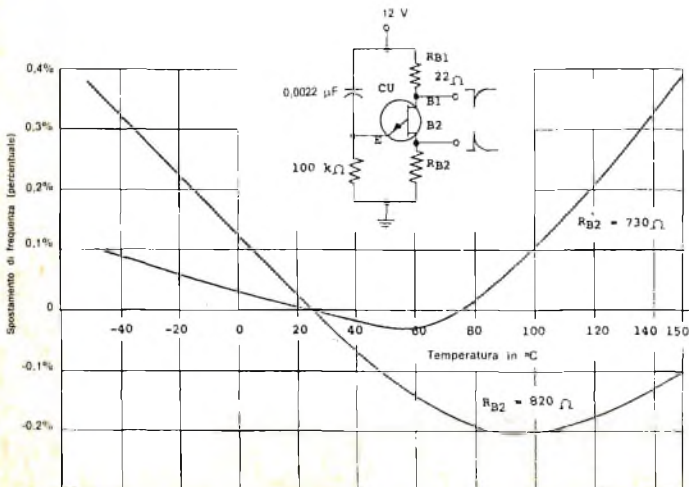

Fig. 2 - Variazione di temperatura e slittamento di frequenza di un oscillatore impiegante il D5K1.
Con l'impiego del nuovo dispositivo D5K1 potranno essere costruiti oscillatori a bassa frequenza, la cui precisione consentirà scarti inferiori allo 0,5% in una gamma di temperature da  $-55^{\circ}\text{C}$  a  $+150^{\circ}\text{C}$  (fig. 2).
Fig. 2 - Questo circuito di prova ha reso possibile il controllo della tensione e della corrente mentre la batteria veniva scaricata in una lampada. Svitando parzialmente la lampada, si può misurare la tensione a vuoto della batteria.
**La diffusione sempre crescente** di una gran quantità di radioricevitori a transistori, valigette fonografiche, registratori a nastro ed altri apparecchi a batterie contribuì ad accrescere sempre di più l'interesse per questi apparati. Attualmente in commercio si trova un certo numero di apparecchi per la ricarica, alcuni dei quali funzionano bene ed altri un po' meno; il prezzo non è sempre un buon indice di qualità. Per giungere però ai moderni tipi di questi apparecchi, si condussero numerosi esperimenti come quello a cui si dedicò un tecnico americano, il quale si procurò un apparecchio per ricarica economico, in grado di caricare contemporaneamente quattro pile a secco; nonostante il suo basso prezzo, l'apparecchio era ben costruito ed appariva adatto allo scopo per il quale era stato progettato. Un ingegnoso circuito permetteva di caricare facilmente una oppure quattro pile; per sicurezza, aprendo l'apparecchio, si interrompeva automaticamente la tensione di rete. Poiché la tensione di una pila da 1,5 V non si deve far scendere al di sotto di 1 V, si costruì un piccolo circuito di prova (rappresentato nella fig. 2) per controllare facilmente, ed in qualsiasi momento, la condizione della batteria. Mediante il commutatore si poteva determinare la tensione in carico o la corrente erogata e svitando la lampadina si poteva anche determinare la tensione a vuoto.